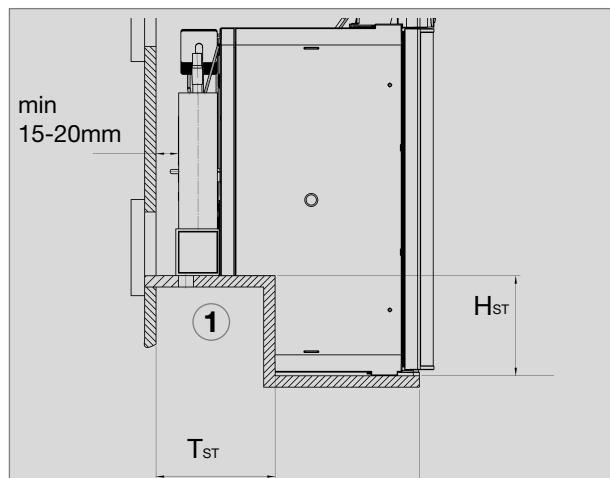

Fig. 26
Il frigorifero deve essere installato **senza assorbimento d'aria** in un vano (vedere anche "4.1.4"). Il livello (1) (Fig. 26) è soltanto usato per gli armadi a gradini. Il pavimento del vano deve essere in piano, permettendo di spingere facilmente l'apparecchio nella posizione corretta. Il pavimento deve essere sufficientemente robusto per sostenere il peso dell'apparecchio.